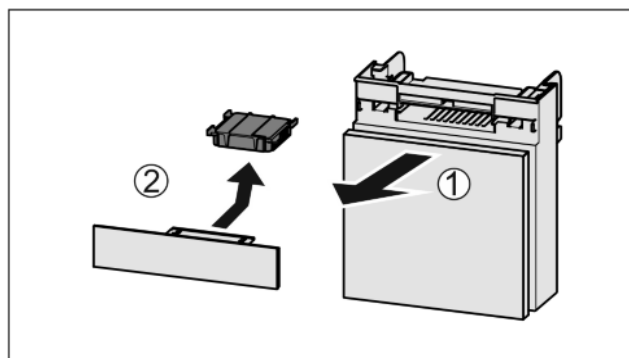

Fig. 51
- ▶ Fach nach vorne herausziehen Fig. 51 (1).
- ▶ Aktivkohlefilter entnehmen Fig. 51 (2).